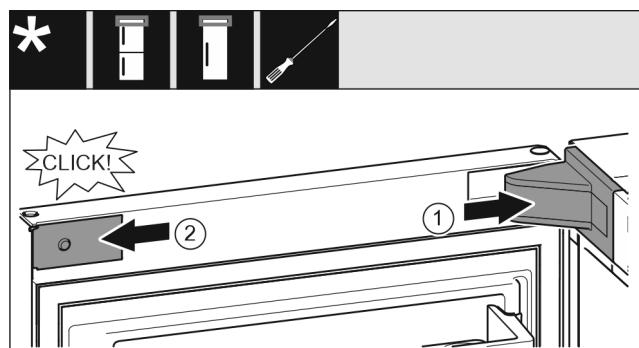

Fig. 22
- Vendosni kapakun mbulues të bazamentit mbështetës dhe mbërthejeni në vend, duke i ndarë nga njëri-tjetri nëse nevojitet. Fig. 22 (1)
- Vendosni panelin mbulues anash dhe mbërthejeni në vend. Fig. 22 (2)